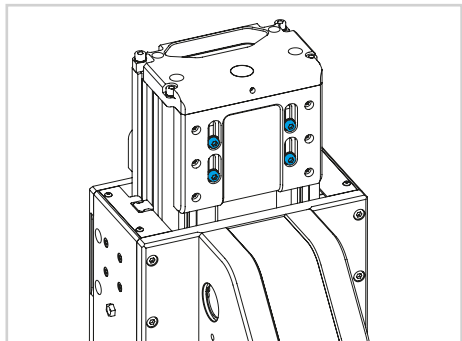

Fig. 2
- 1) Allentare le 4 viti di fissaggio del dispositivo di bloccaggio superiore della cinghia (Fig. 2).